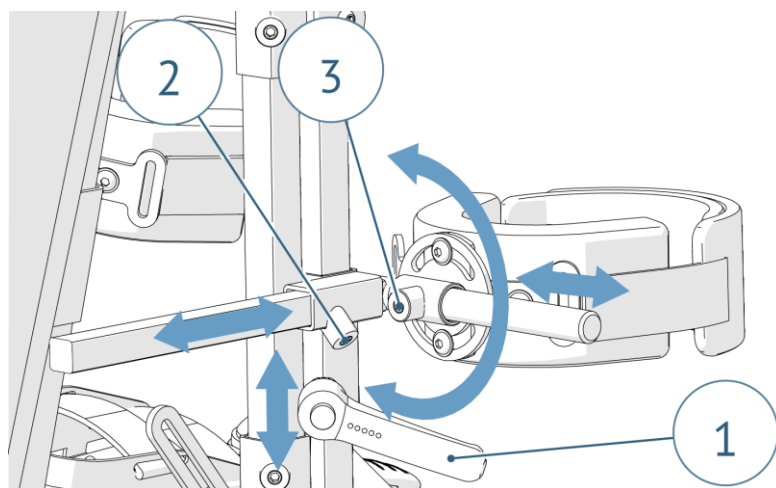

Рисунок 10. Регулировка коленного упора
Для регулировки высоты положения упора для коленей ослабьте рукоятку (1), установив нужное положение упора, зафиксируйте положение упора, затянув рукоятку (1) (**рис.10**).